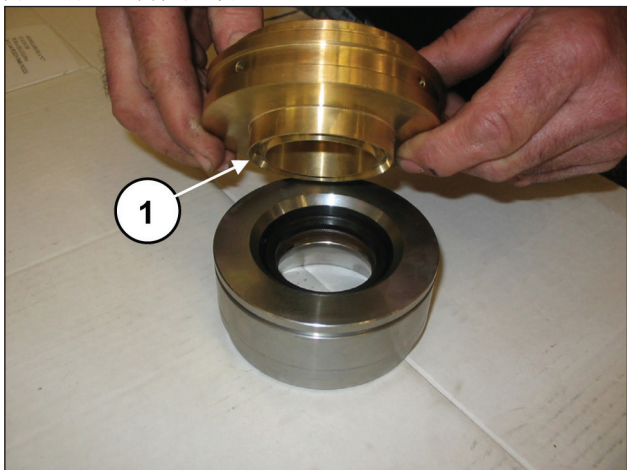
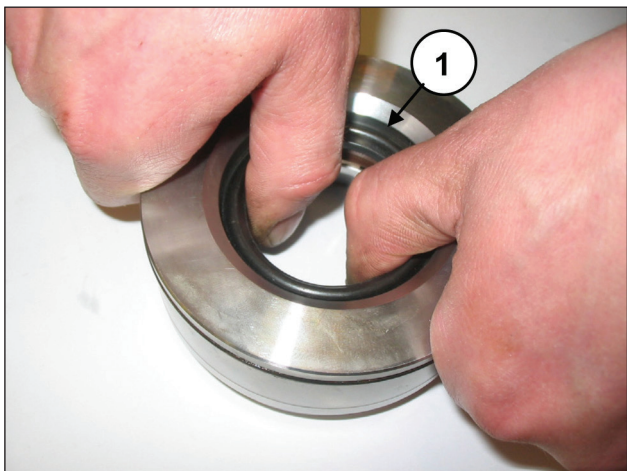

图131
图132
将密封圈底座与缸套（部件号①，图131）分开，以便进入压力密封圈（部件号②，图132）。